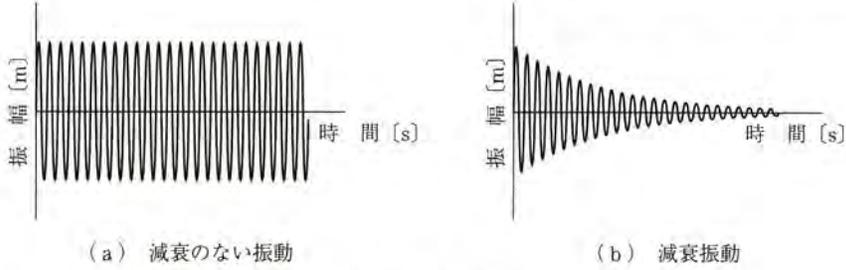
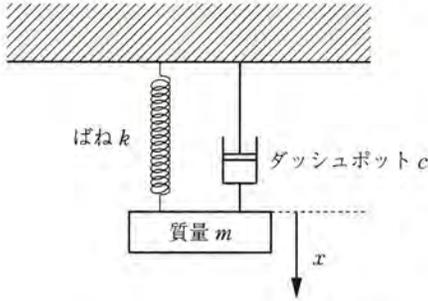

図 1.2 減衰振動
図 1.3 ダッシュポットをつけたばね-質量系
(4) **自由振動と強制振動** 前項の振動は, ばねの位置エネルギーとおもりの運動エネルギーの和が保存されることになるため, この系は固有角振動数 ω_0 で振動し続ける (図 1.2 (a)) ことになる。こういった振動を**自由振動** (free vibration) と呼ぶ。しかし実際には摩擦や空気抵抗など, 振動を抑制する力が働くため, 図 (b) に示すように, ばねの振動は徐々に小さくなり, 最終的には止まってしまう。この振動を抑える作用を**減衰** (attenuation, damping) と呼ぶ。例えば図 1.3 に示すように, 振動を抑制する部品として**ダッシュ**